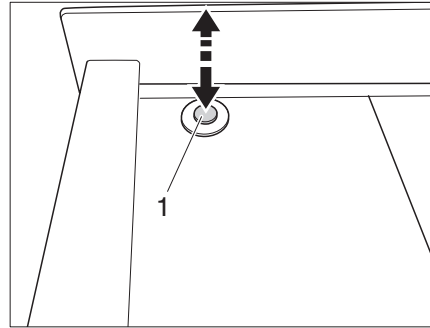

Bild 6 Zentralverriegelung - Entriegeln
► Druckknopf (Bild 6,1) drücken.